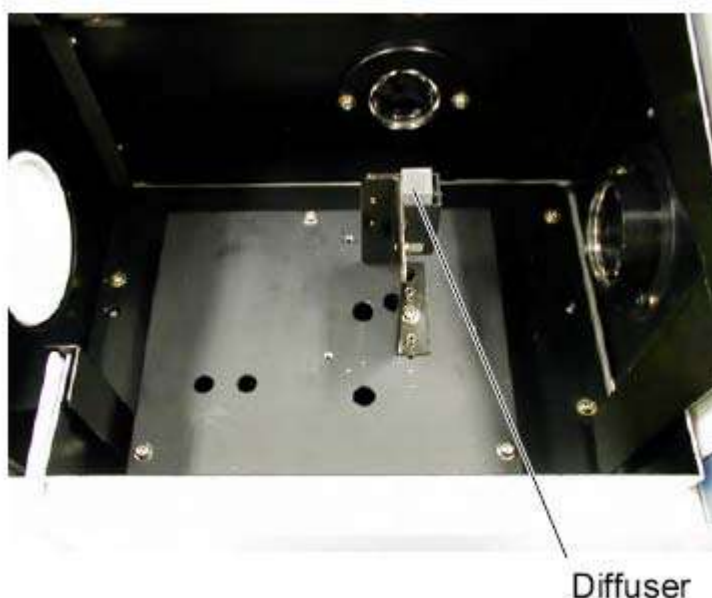

Рис. F-6 Установка рассеивателя
- (1) Нажмите кнопку  (метод анализа) на панели инструментов «Измерение». Появится окно настроек метода анализа.
- (2) Выберите вкладку «Общее». На этой вкладке выберите «Сканирование по длинам волн» для режима измерения.
- (3) Выберите вкладку «Прибор»
- (4) Для режима данных выберите «Флуоресценция», напряжение фотоумножителя «250В».
- (5) Выполните команду «Установка нуля» из меню «Спектрофотометр», чтобы выполнить калибровку точки нуля.
- (6) Как показано на рис. F-6, установите рассеиватель в держатель кюветки в отсеке выборки.